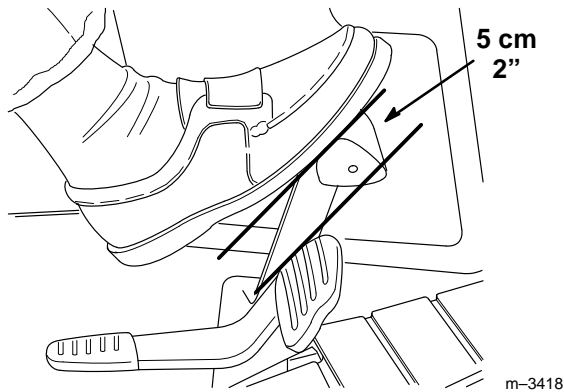

Abbildung 40
3. Das Bremspedal herunterdrücken. Es sollte ein Spiel von 51 mm (2") vorhanden sein (Abb. 40), bevor die Bremse zu greifen beginnt.